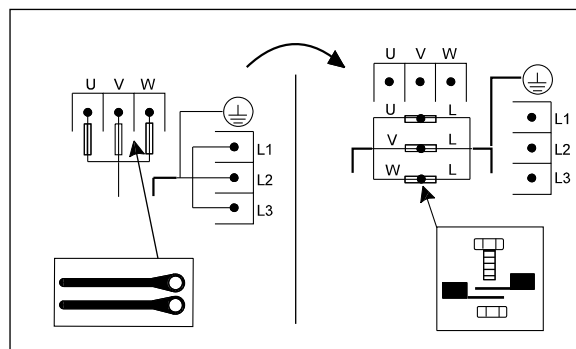

Рис. 45 Переключение насоса типа "Е" из нормального режима работы в аварийный
3. Подсоедините провода, как показано на рис. 45.